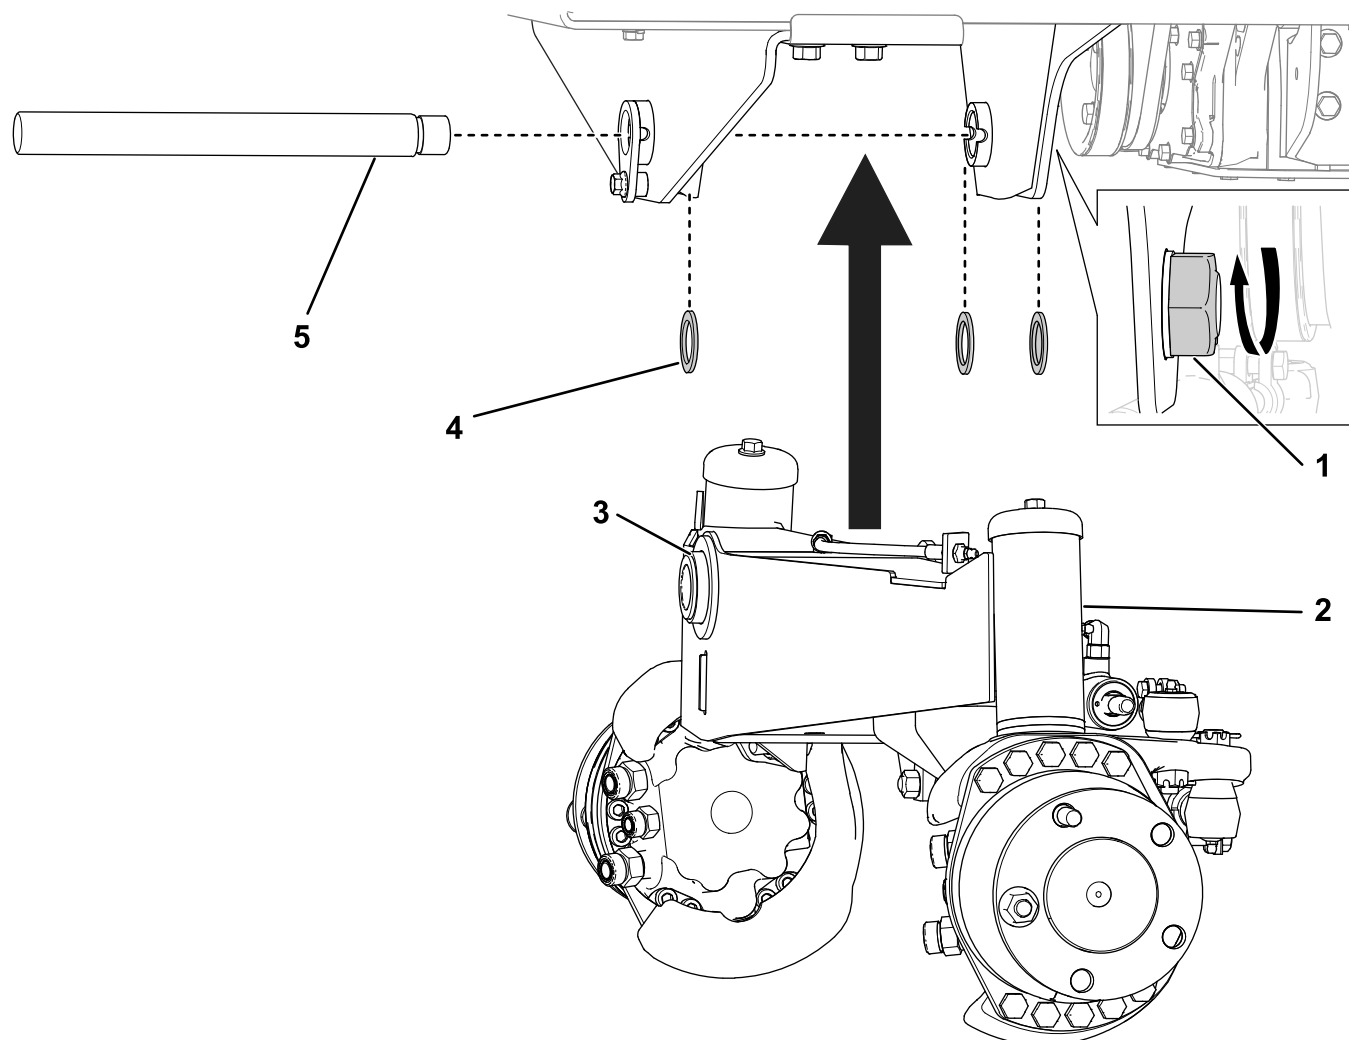

図 16
1. 後アクスルアセンブリをフレームに位置決めする。アクスルアセンブリをフレームの高さまで持ち上げ、ピボットシャフトをフレームとアクスルとスラストワッシャ3枚に通す 図 16。
2. ロックナットをピボットシャフトに固定して、後アクスルの軸方向前後方向の遊びをなくす。ロックナットを締めつけた後でも、アクスルが自由にピボット動作することを確認する 図 16。